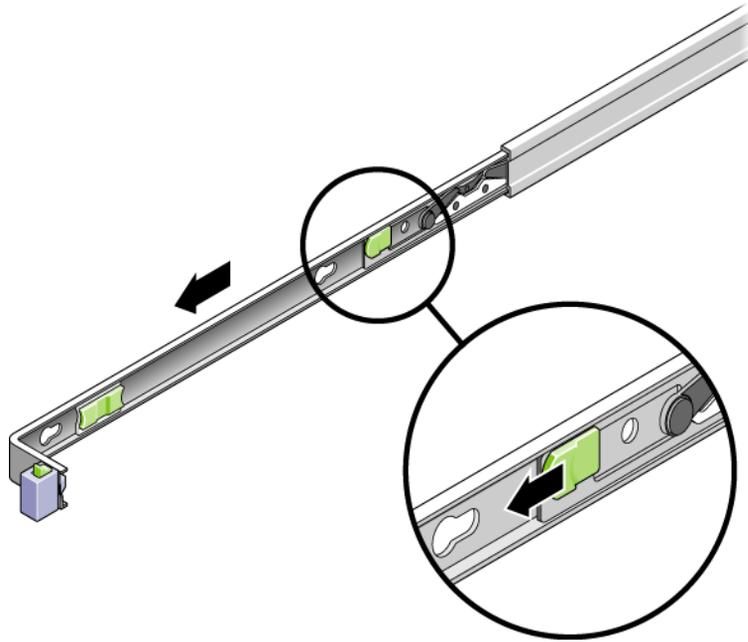

图 2-2 安装托架上释放按钮的位置
- c. 按图 2-2 所示的方向滑动安装托架释放按钮，随后将安装托架从滑轨中滑出。